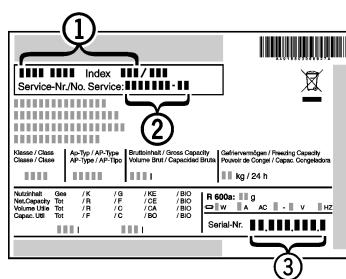

Fig. 7
- Consultar a identificação do aparelho Fig. 7 (1), nº de serviço Fig. 7 (2) e nº de série Fig. 7 (3) na placa de características. A placa de características está localizada no interior do aparelho, do lado esquerdo.
- Informar o serviço de assistência ao cliente e comunicar o tipo de falha, identificação do aparelho Fig. 7 (1), nº de serviço Fig. 7 (2) e nº de série Fig. 7 (3).